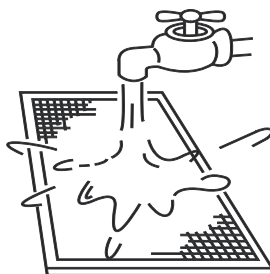

Figura 54
- O lado da entrada de ar deve ficar voltado para baixo quando se utiliza água limpa. (Consulte a Figura 54)